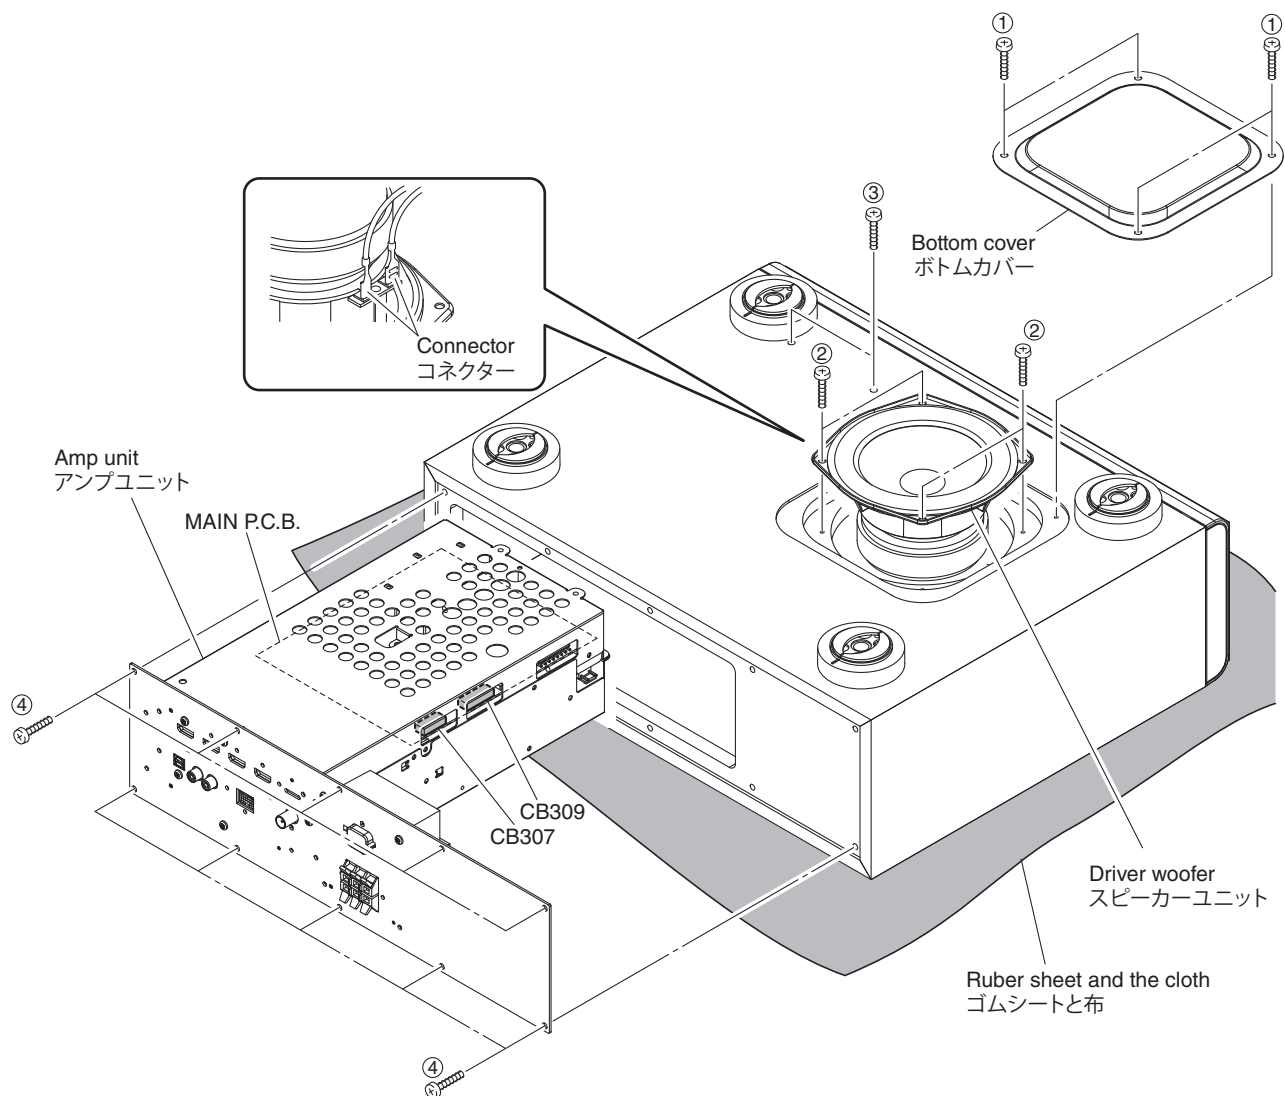

Fig. 1
- Spread a rubber sheet and cloth and place this unit on cloth with its bottom up. (Fig. 1)
- Remove 4 screws (①), and remove the bottom cover. (Fig. 1)
- Remove 4 screws (②), and pull out the driver. (Fig. 1)
- Disconnect the connector connected to the terminal of the Driver. (Fig. 1)
- Remove the driver. (Fig. 1)
- ゴムシートと布を敷き、本機を底面が上になるように置きます。(Fig. 1)
- ①のネジ4本を外し、ボトムカバーを取り外します。(Fig. 1)
- ②のネジ4本を外し、スピーカーユニットを引き出します。(Fig. 1)
- スピーカーユニットの端子に接続されているコネクタを外します。(Fig. 1)
- スピーカーユニットを取り外します。(Fig. 1)
- Remove 2 screws (③) and 10 screws (④). (Fig. 1)
- Pull out the amp unit. (Fig. 1)
- Remove CB307 and CB309. (Fig. 1)
- Remove the amp unit. (Fig. 1)
- ③のネジ2本、④のネジ10本を外します。(Fig. 1)
- アンプユニットを引き出します。(Fig. 1)
- CB307、CB309を外します。(Fig. 1)
- アンプユニットを取り外します。(Fig. 1)